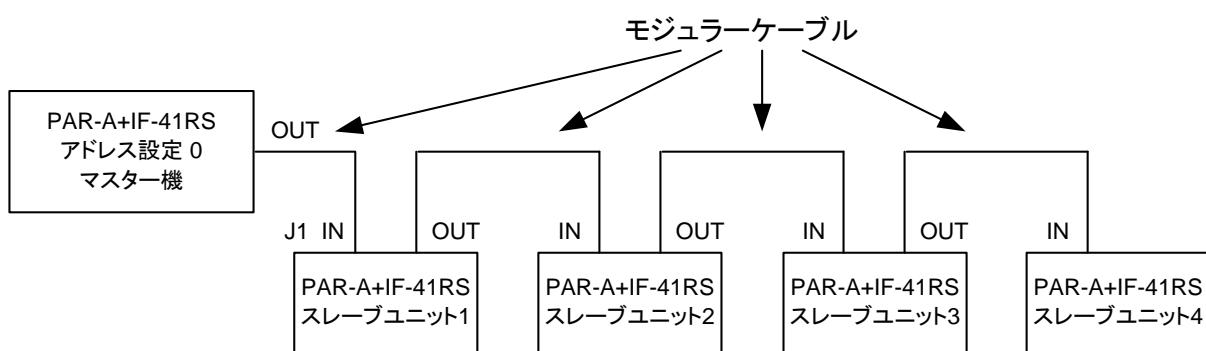

Fig.13 IF-41RS を使用したマスター操作
- IF-41RS を搭載した PAR-A 電源をアドレス 0 に設定し、マスター機として Fig.13 のようにモジュラーケーブルによって接続すれば、マスター機への操作と同じ内容を 4 台のスレーブ機に反映させることができます。スレーブ機に反映できる設定は以下の項目になります。
① プリセット 1~4 の選択
② MAIN OUTPUT KEY の ON/OFF
③ OUTPUT SELECT KEY の設定
④ 電圧・電流設定値